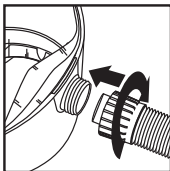

FIGURA 15
25. Vuelva a insertar la manguera dentro de la entrada y ajuste la tuerca de fijación. **FIGURA 15.**